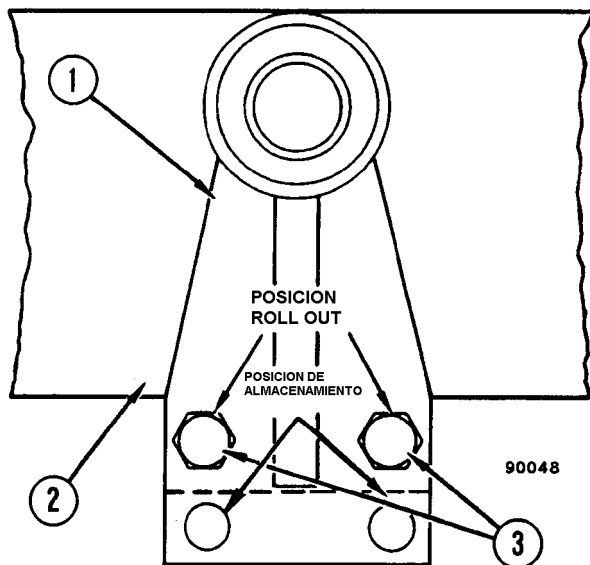

FIGURA 2-6. RODILLOS DEL SUB-BASTIDOR
4. Coloque una gata debajo de la parte trasera del módulo de potencia. Levante la parte posterior del sub-bastidor del motor, e instale los rodillos del sub-bastidor (Figura 2-6). Baje la parte trasera del sub-bastidor hasta que los rodillos descansen sobre el riel guía del bastidor principal.
NOTA: Los rodillos del sub-bastidor vienen en el grupo de herramientas del camión, y pueden instalarse en posición de almacenamiento, después de su utilización, como se muestra en la Figura 2-6.
3. Revise los rodillos del sub-bastidor asegurándose que rueden libremente y que estén en la posición "Roll – Out" (Figura 2-6).